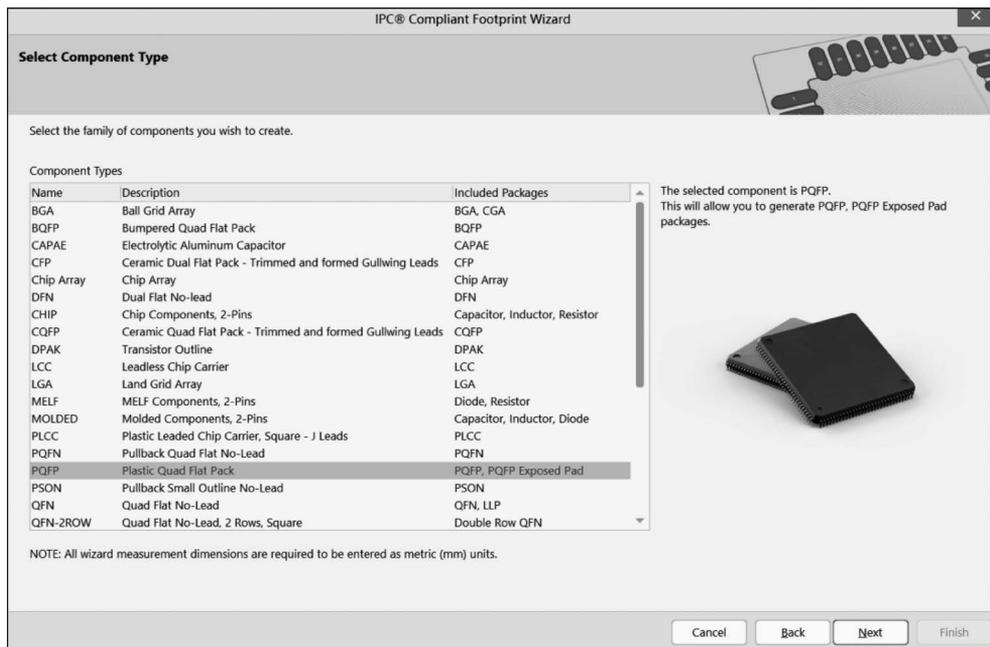

图 3-55 选择封装类型
(2) 单击 Next 按钮,选择封装类型。本实验中绘制的封装为 LQFP,选择 PQFP 类型(LQFP 与 PQFP 封装仅厚度不同),如图 3-55 所示。